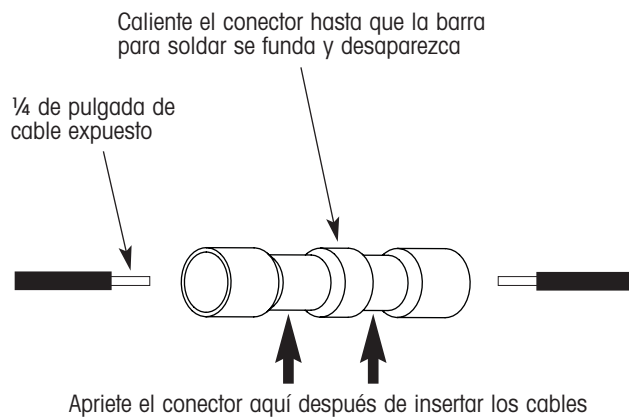

Figura 3. Detalles del conector para apretar y soldar
Para hacer las conexiones de los cables, usted debe usar el conector para apretar y soldar proporcionado en el kit (figura 3).
1. Remueva el aislante del cable de tal manera que quede ¼ de pulgada de cable expuesto (figura 3).
3. Usando una herramienta para apretar adecuada o unas pinzas de punta plana, apriete el conector en dos lugares como se muestra en la figura 3.